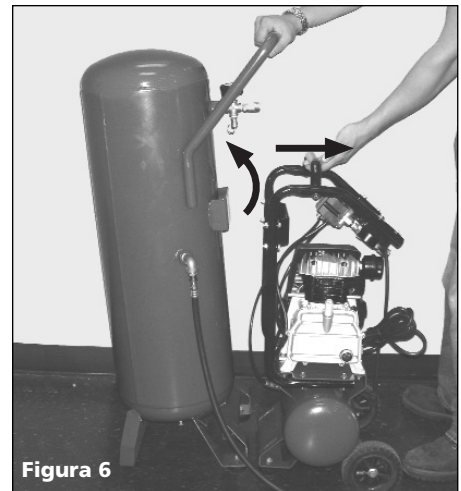

Figura 6
3. Incline hacia atrás el tanque grande y hale el tanque pequeño para desenganchar el fondo de los dos tanques (Figura 6).